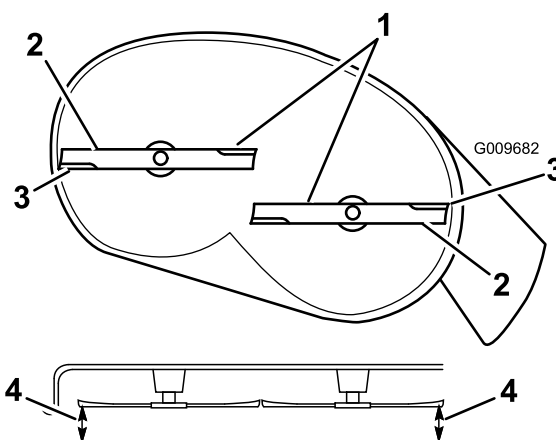
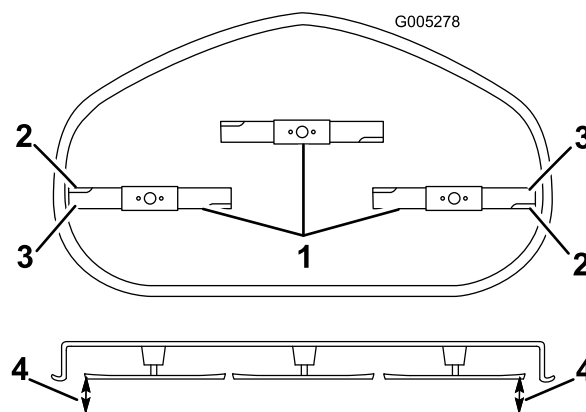

Figura 55
Figura 56
4. Gire cuidadosamente las cuchillas hasta que estén todas orientadas lateralmente (Figura 55 y Figura 56).
5. Mida entre los bordes de corte exteriores y la superficie plana (Figura 55 y Figura 56). Si hay una diferencia de más de 5 mm (3/16 pulg.) entre ambas dimensiones, se requiere un ajuste; siga con este procedimiento.